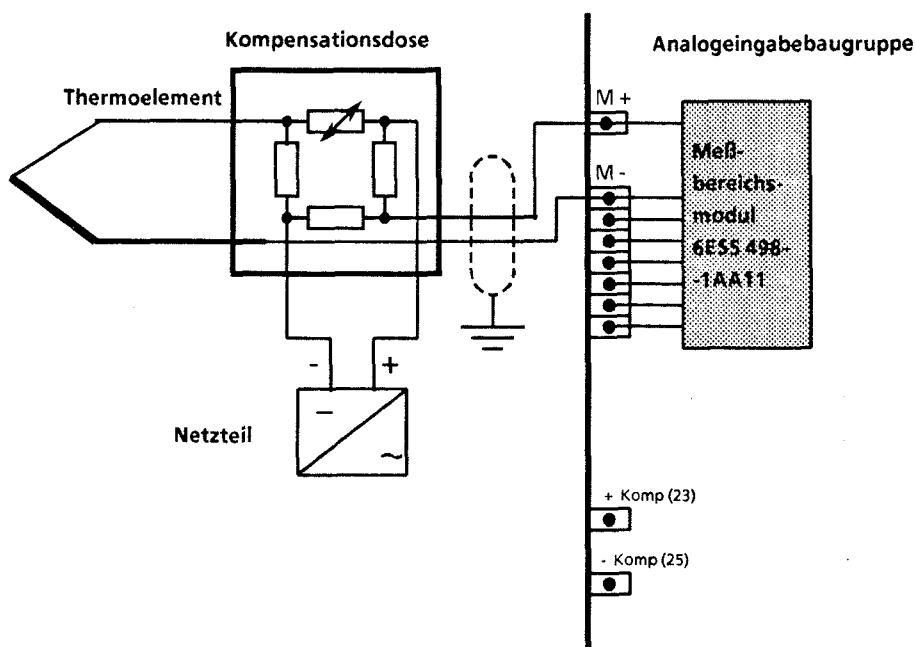

Bild 10.6 Anschluß einer Kompensationsdose an den Eingang einer Analog-Eingabebaugruppe
- Führen Sie die verbleibenden Anschlüsse von Kompensationsdose und Thermoelement an die Analogbaugruppe heran (Klemme M + und M - → Bild 10.6).